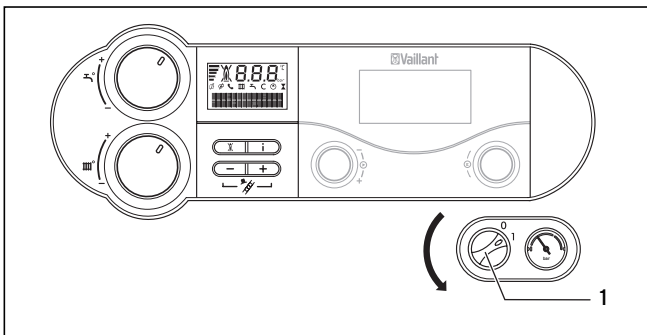

Abb. 4.17 Gerät ausschalten (hier abgebildet: atmoTEC/turboTEC exclusiv)
- Drücken Sie nun gleichzeitig die Tasten „+“ (1) und „-“ (2) (siehe Abb. 4.17), um den Messbetrieb wieder zu verlassen. Der Messbetrieb wird auch beendet, wenn Sie 15 Minuten lang keine Taste betätigen.